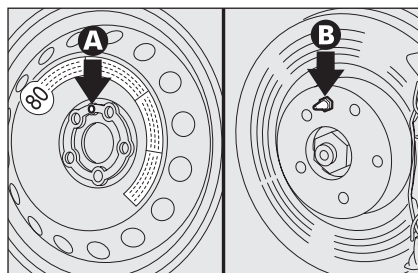

fig. 8
- ☐ montare il ruotino facendo coincidere uno dei fori **A-fig. 8** con il relativo perno di centraggio **B**;